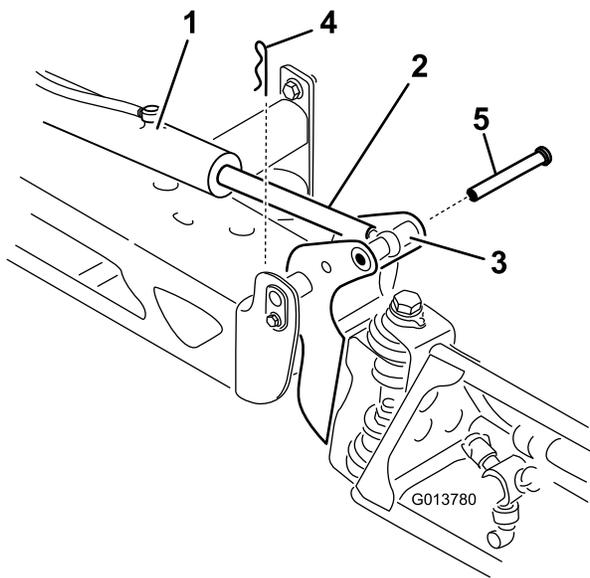

Figura 101
2. Retire la chaveta del pasador de giro (Figura 101).
3. Levante el brazo, retire el pasador (Figura 101), y baje el brazo lentamente al suelo.
9. Sujetando el brazo, introduzca el pasador a través del pivote del brazo y del émbolo del actuador (Figura 101).